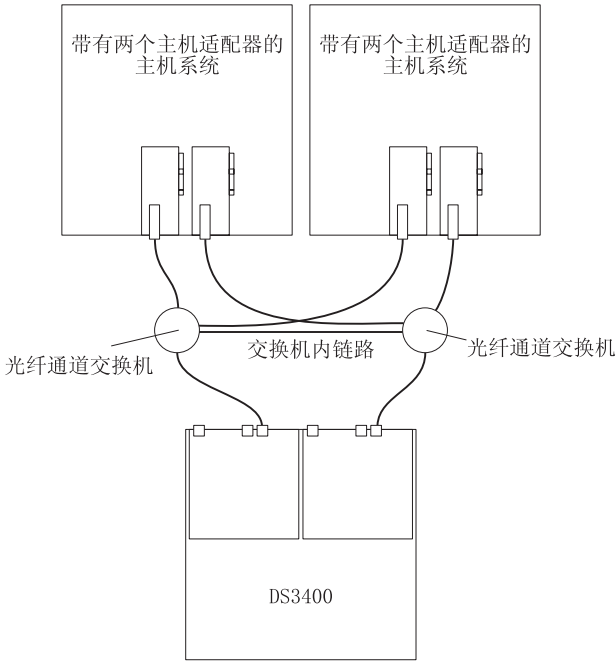

图 44. 单 SAN 光纤网配置示例
- 单 SAN 光纤网配置，如第 48 页的图 44 中所示
在图 44 中，光纤通道交换机通过交换机内链路（ISL）连接在一个，构成一个单 SAN 光纤网，